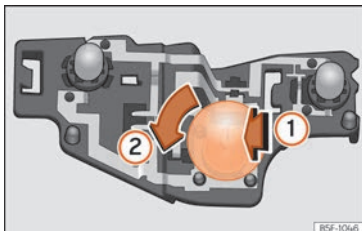

Abb. 118 Position der Glühlampen am Lampenträger.
- Drücken Sie die Lampe leicht in den Lampenträger (1), drehen Sie sie anschließend nach links (2) (3) »» **Abb. 118**.